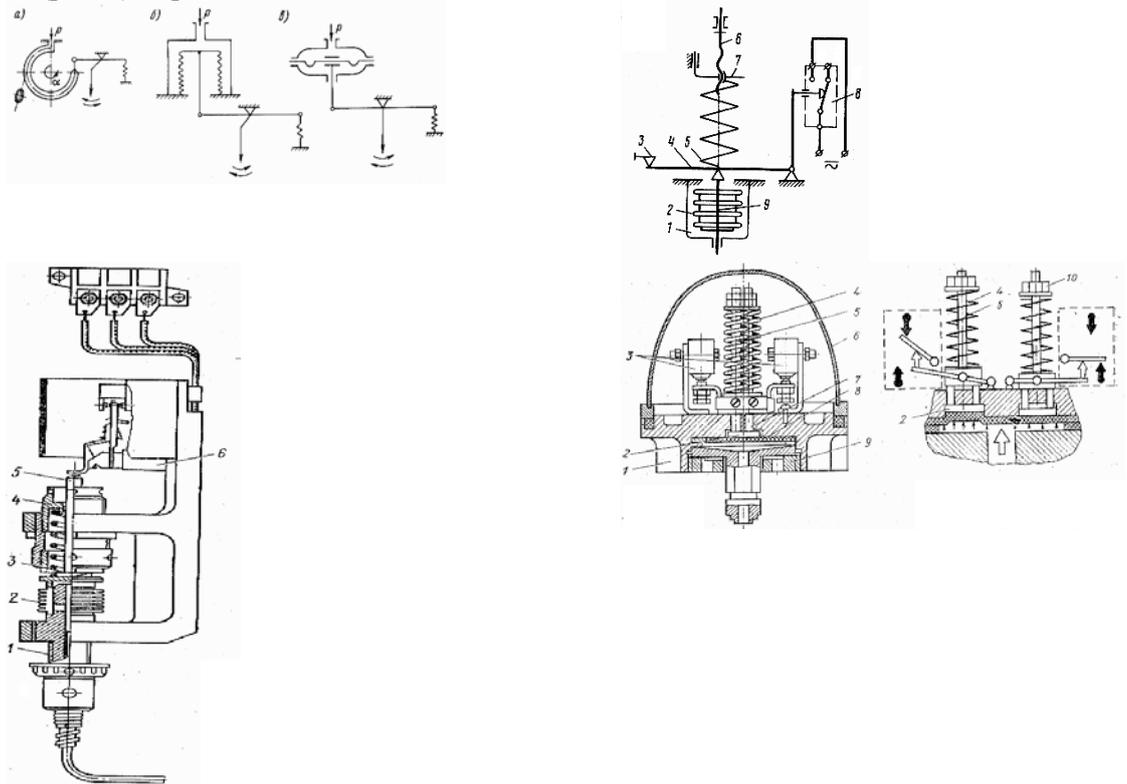

Рис. 3
3. Датчики и реле давления в системах судовой автоматики. Принцип работы датчиков (рис.3). Применение в системах автоматики.